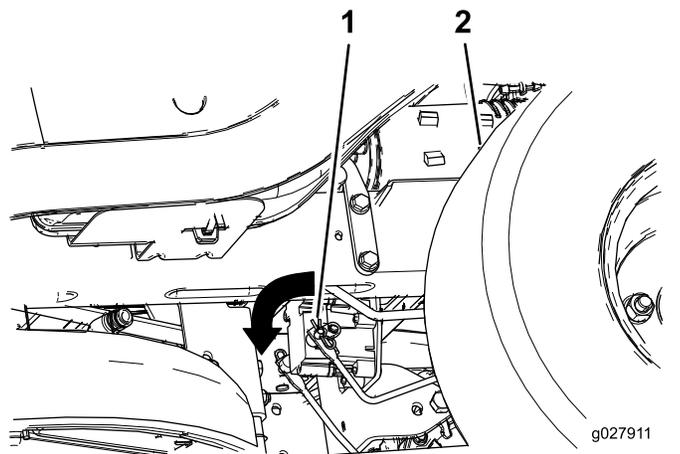

Figure 41
2. Localisez les arbres au point où les bras de liaison sont connectés de chaque côté du frein (Figure 41).